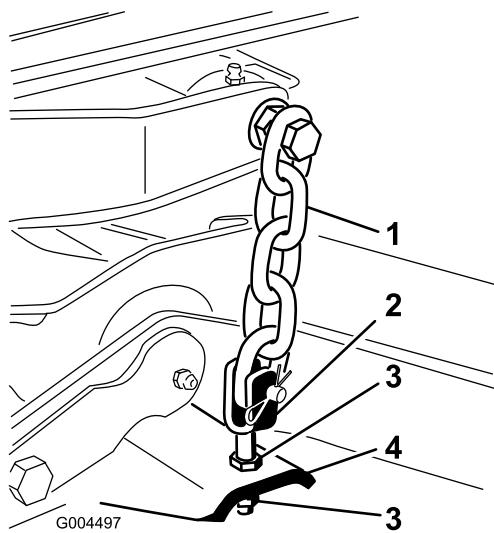

Figura 65
7. Regolate i controdadi che fissano le forcille/catene posteriori del piatto in modo da sollevare la parte posteriore del piatto, finché il passo della lama non è di 8 mm (Figura 65).